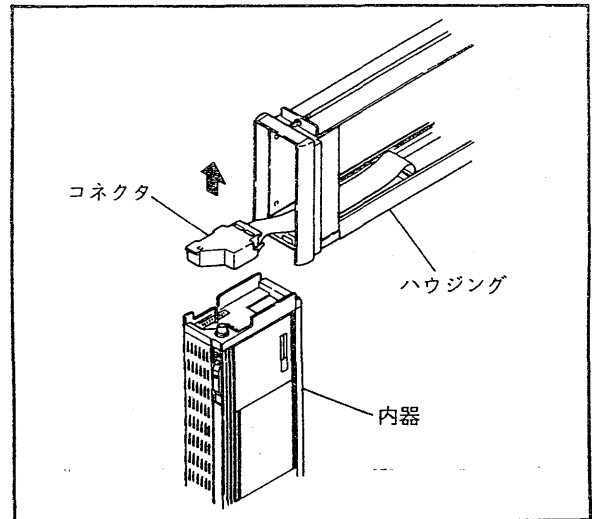

図5.9 コネクタの取外し
- ③ 内器を下向きにしコネクタから外すことによって、内器はハウジングから分離されます（図5.9参照）。